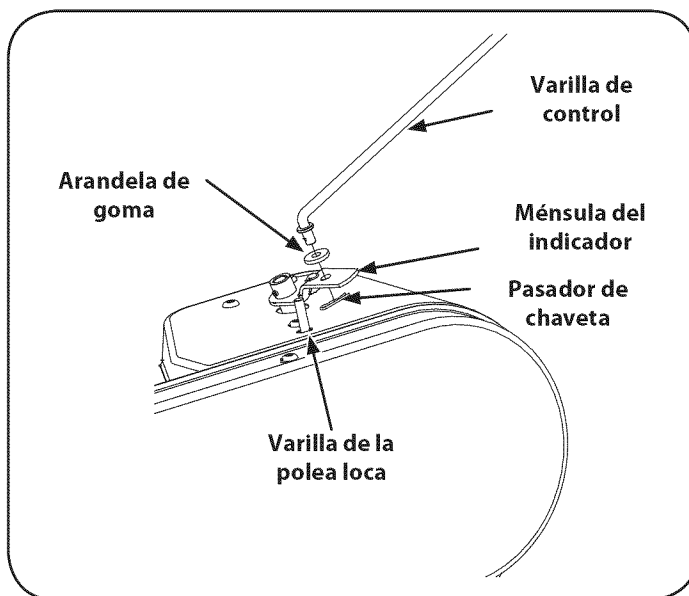

Figura 7
5. Retire el broche de horquilla y la arandela de resorte de la varilla de la polea loca. Vea la Figura 7.